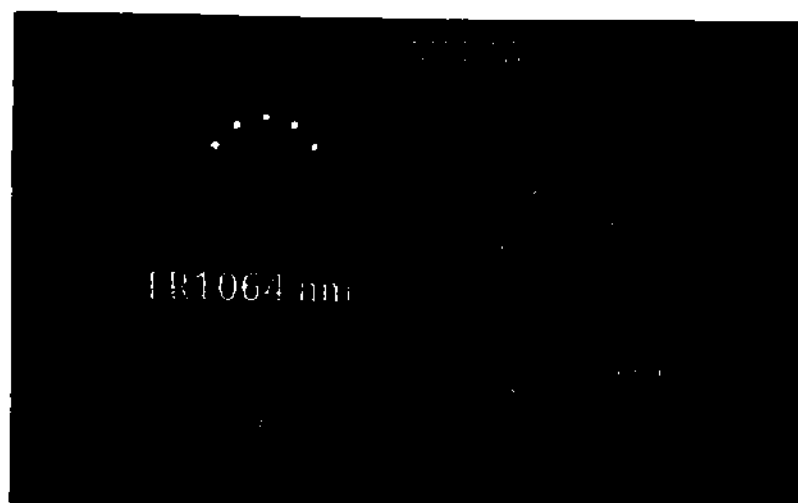

Рисунок 32 – Экран конфигурации («TREATMENT»). Режим FR 1064
- Выберите режим FR 1064 (рисунок 32), нажав кнопку FR1064 (A). В окне (B) появится выбранный режим.
- Установите параметры в окне (C). Выберите в окне (C) требуемый параметр и измените значение кнопками «вверх» и «вниз».